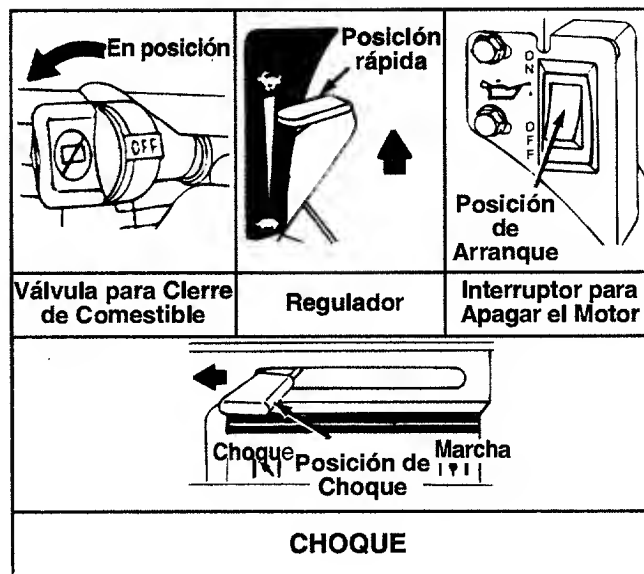

FIGURA 10.
- Abra la válvula de cierre de combustible dándole vuelta en dirección de la flecha. Véase figura 10.
- Coloque la palanca de control del regulador en la posición FAST. Véase figura 10.
- Coloque el interruptor del motor en la posición ON. Véase figura 10.
NOTA: Si el motor no se enciende después de tres intentos, mueva la palanca de choque a mitad en la posición entre CHOKE y RUN y vuelva a intentar. Véase figura 10.
- Mueva el interruptor para apagar el motor a la posición OFF. Véase figura 10.